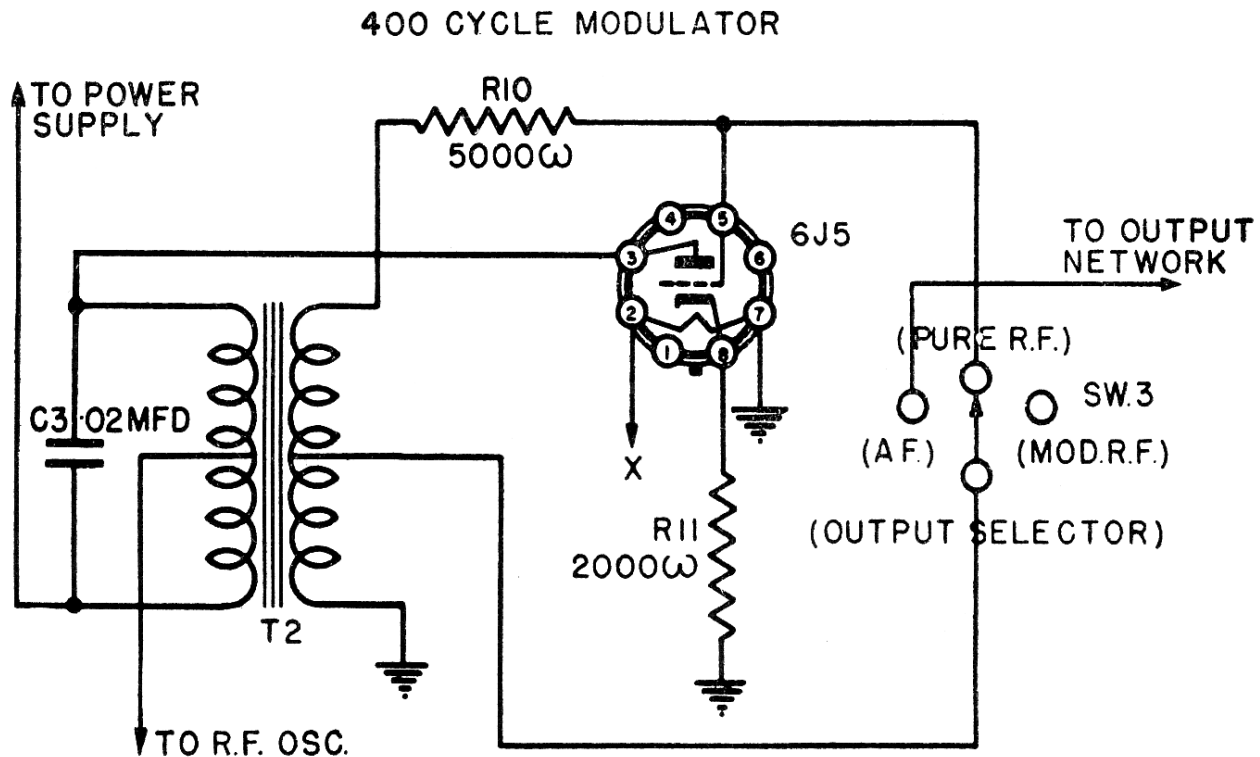

FIGURE 3
2.3 AUDIO FREQUENCY OSCILLATOR — MODULATION: Fig. 3.